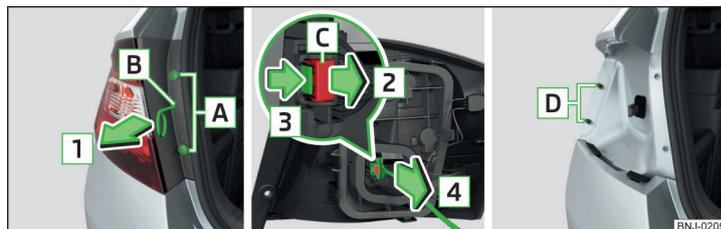
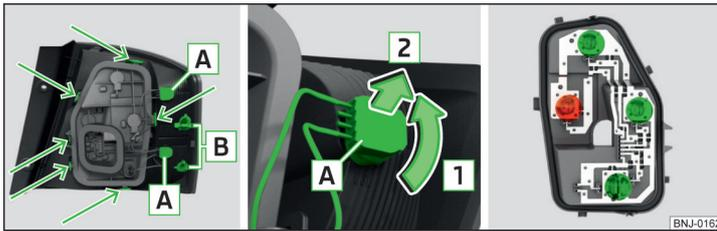

Abb. 218 Leuchte ausbauen / Stecker abziehen
Abb. 219 Äußerer Teil der Leuchte / Glühlampe herausnehmen / Lampenhalter
- › Die Leuchte mit der Handfläche festhalten und in Pfeilrichtung **1** » Abb. 218 vorsichtig von den Bolzen **D** abziehen.
- › Die Verriegelung entgegen der Pfeilrichtung **2** » Abb. 218 sichern.
- › Die Leuchte mit den Öffnungen **B** » Abb. 219 auf Seite 181 auf die Bolzen **D** » Abb. 218 in der Karosserie stecken.
- Die Fassung mit der Glühlampe **A** in Pfeilrichtung **1** drehen » Abb. 219.
- Die Fassungen mit den Glühlampen **A** in Pfeilrichtung **1** drehen » Abb. 219.
- Den Lampenhalter in mit Pfeilen gekennzeichneten Bereichen entriegeln » Abb. 219 und den Lampenhalter aus der Leuchte herausnehmen.